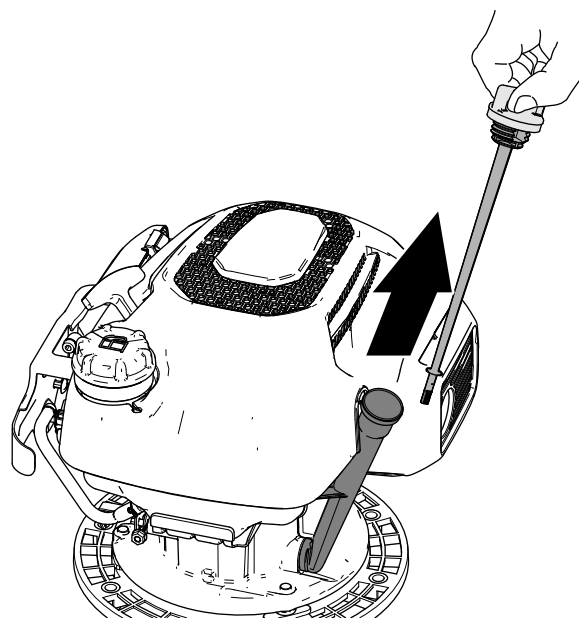

Figura 14
2. Retire a vareta do tubo de enchimento de óleo e limpe-a com um pano limpo (Figura 14).